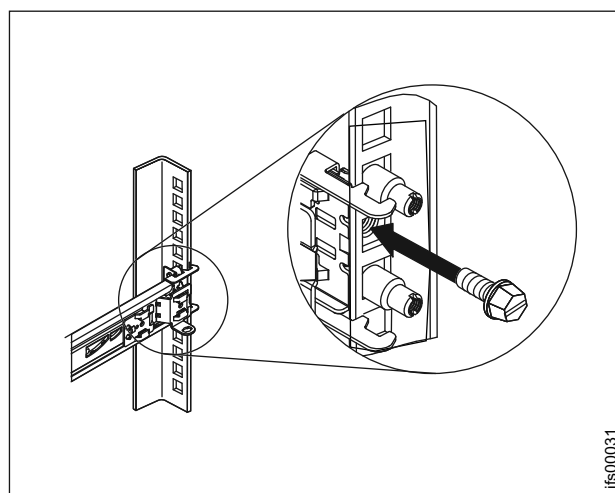

図 41. ケーブル・マネジメント・アームおよびファイル・モジュールを配送のためにラック内に固定 (必要な場合)
11. 図 41 に示すように、スライド後部に M6 ねじを挿入します。必要に応じて、ケーブル・タイを使用して、ケーブル・マネジメント・アームの固定されていない方の端をラックに固定します。図 41 を参照してください。